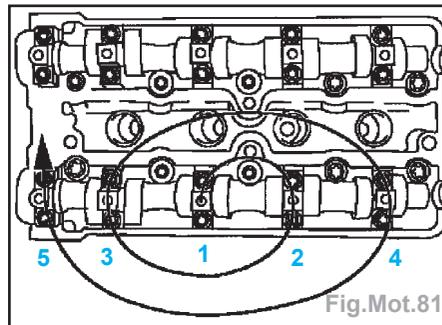

Fig.Mot.81
- Reposer les chapeaux de palier d'arbre à cames et serrer les chapeaux de palier d'arbre à cames en spirale depuis l'intérieur vers l'extérieur en plusieurs passes (Fig.Mot.81).